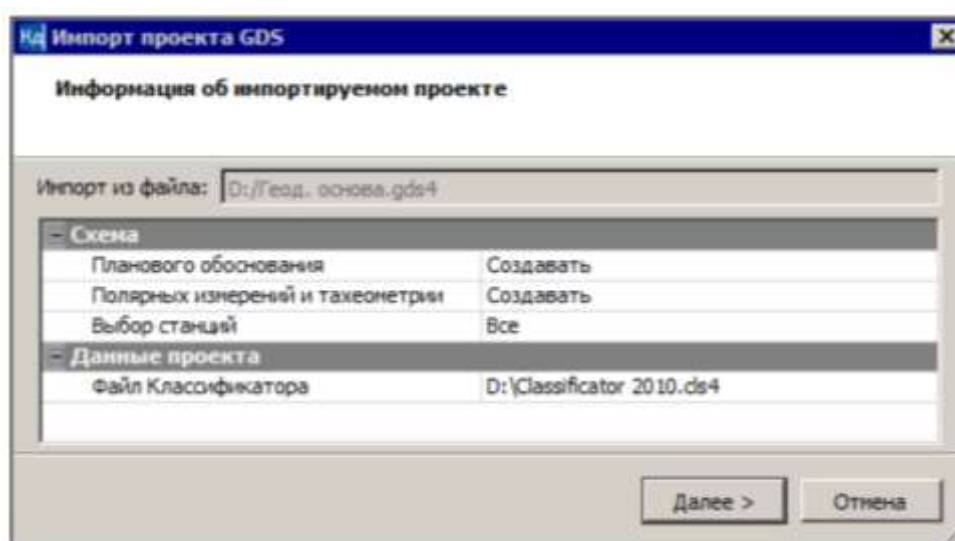

Рисунок 3 – Импорт проекта GDS
– Если система не найдет путь к классификатору КРЕДО ДАТ, об этом появится сообщение. В таком случае закройте данное сообщение кнопкой **ОК** и в диалоге укажите путь к классификатору КРЕДО ДАТ – *Classifier 2010.cls4* (папка **Документация\Материалы упражнений\Кадастр**) (рисунок 3).
– Установите настройки на создание схем (рисунок 3): **Планового обоснования, Полярных измерений и тахеометрии**. Они потребуются в дальнейшей работе для создания схемы геодезических построений и создания части ЗУ. Нажмите кнопку **Далее**.